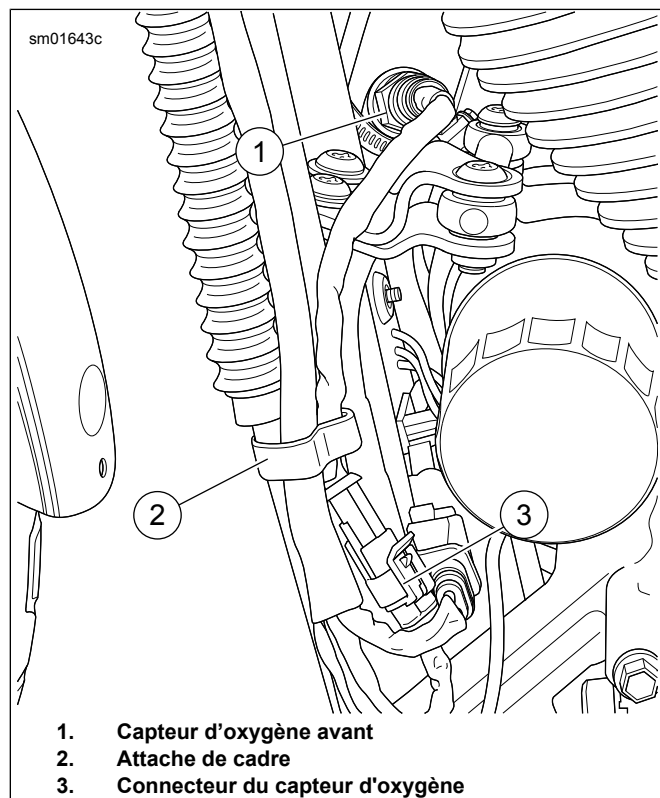

Figure 47. Capteur d'oxygène avant
Voir Figure 47. Débrancher du faisceau principal le connecteur du capteur d'oxygène avant (3).